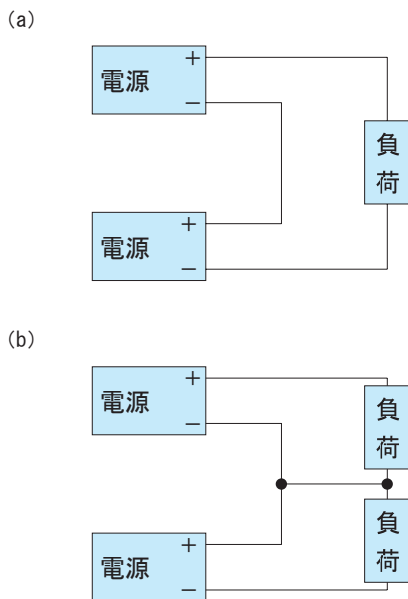

図4.1 直列運転
■図4.1の配線をすることによって、直列運転が可能です。ただし、(a)の場合、出力電流は直列接続している電源のいずれか小さい方の定格電流以下とし、電源内部に定格以上の電流が流れ込まないようにしてください。